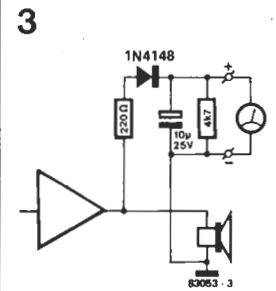

Figura 3. El ecualizador RC. Los valores utilizables de R y de C son de 47 k a 0 ohmios y de 10 pF a 1 nF, respectivamente.
5. Vamos a iniciar la verdadera puesta a punto del ecualizador. Se comienza por insertar un condensador y una resistencia de pequeña magnitud para el primero y de alto valor para la segunda (10 pF y 1 M, respectivamente). El montaje se hará tal como se indica en la figura 3. Se sueldan los condensadores y las resistencias en los conectores Cinch y se enchufan en las correspondientes conexiones hembra auxiliares. Una vez realizada esta última operación, se vuelve a reproducir el disco y se observa la desviación de la aguja del polímetro. Se repetirá el procedimiento con diferentes valores de C y de R hasta obtener la mayor estabilidad de la aguja. No hay que olvidar el hecho de que tienen una influencia mutua los valores de C y de R.